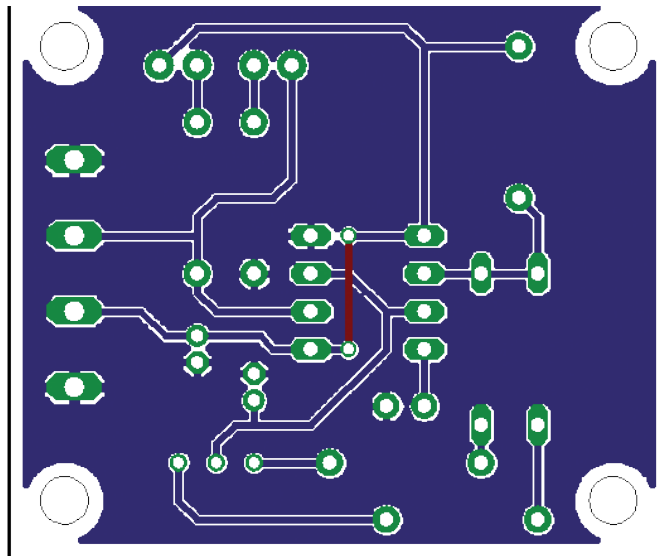

Abb. 8: Layout der Schaltung
ist dort die Leiterbahn zum Kondensator (B) im Weg. Lösungsansatz: Kondensator nach unten verschieben, so entsteht Platz für eine Drahtbrücke. Die Abbildung 8 zeigt nun das Layout.